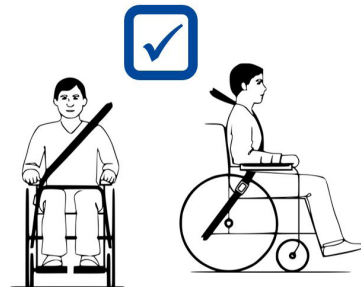

Figura 4
- Asegurarse de que los cinturones de retención del hombro se ajusten sobre los hombros, véase figura 4